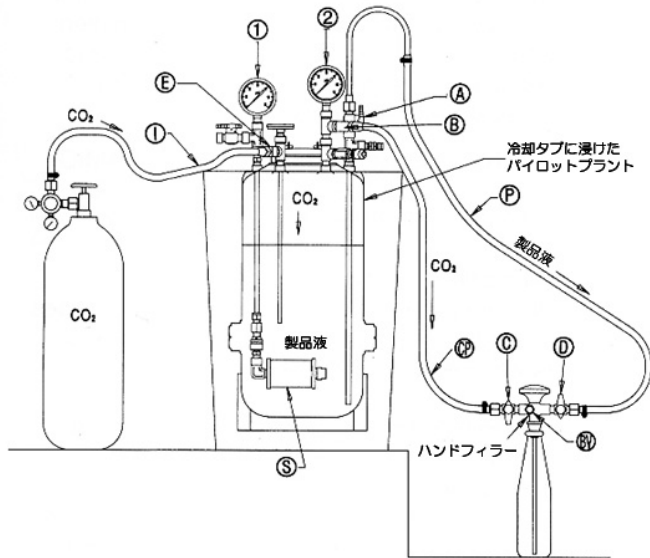

図 B-1 ボトリング用セッティング
1. 図 B-1 を参照に次の手順でホース等をつなぎ込みます。